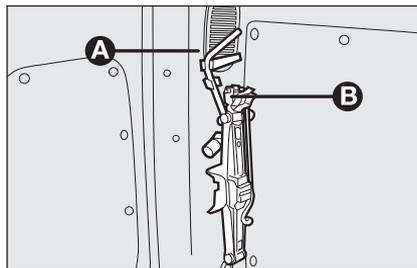
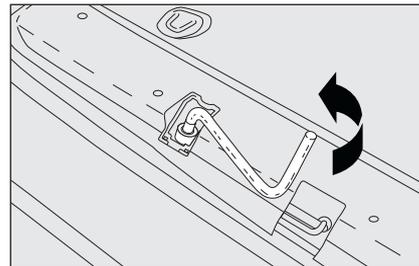

рис. 3
рис. 4
- извлечь рычаг управления **А-рис. 3** из соответствующих удерживающих устройств;
- отвернуть блокирующее устройство **В-рис. 3**;
- отвернуть с помощью рычага управления **В-рис. 3** крепежный болт опоры запасного колеса **рис. 4**;